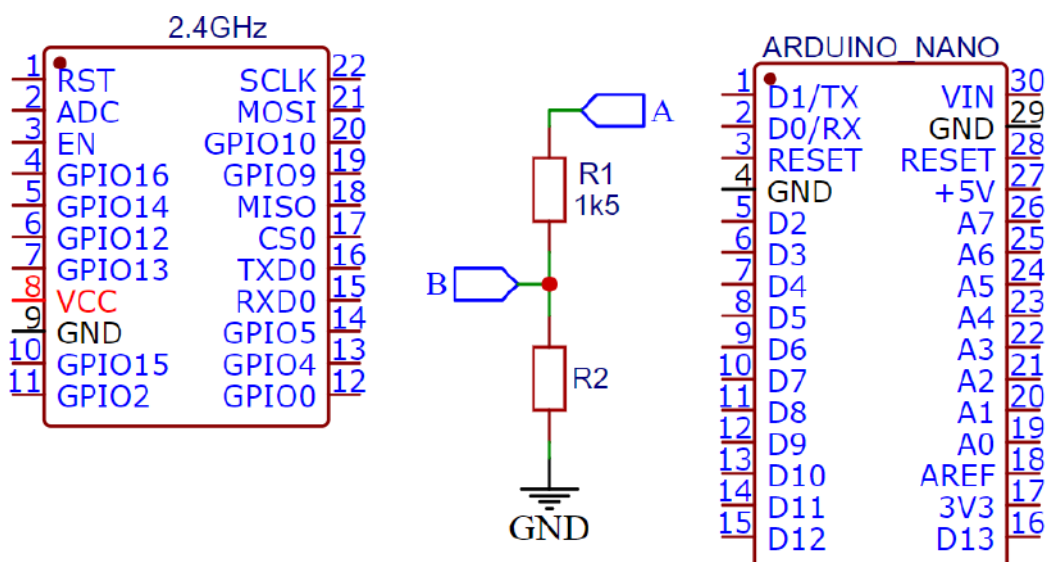

Рис. 1. Устройство
9.2. К какому пину Arduino Nano должна быть подключена точка А и к какому пину ESP8266 должна быть подключена точка В схемы (рис. 1)? В ответе укажите через запятую два числа: первое число – номер пина Arduino, второе число – номер пина ESP8266.